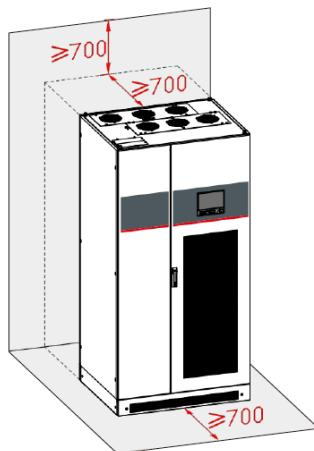

Figura 3-2 Espacio libre de instalación (unidad: mm)
- Mantenga los paneles frontal y posterior del UPS a una distancia mínima de 700 mm de la pared o de los dispositivos adyacentes para una buena disipación del calor y un fácil mantenimiento, tal y como se muestra en la Figura 3-2.
Cuando se combinan sistemas UPS, mantenga una distancia adecuada a la parte delantera o trasera del armario combinado, tal como se indica en la Figura 3-2.